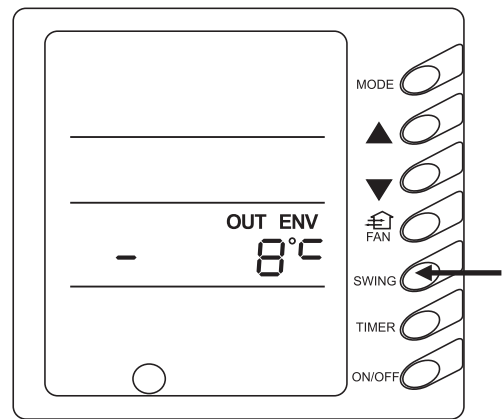

Abb. 8
7) Anzeige der Außentemperatur (Abb. 8)